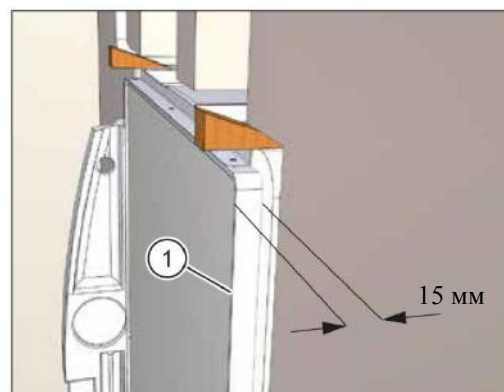

Рис. 24: штукатурная рама 15 мм
Глубина штукатурной рамы составляет 15 мм (см. рис. 24).
- ▶ Если внутренняя стенка не вертикальная или неровная, выровняйте переднюю поверхность штукатурной рамы (поз. 1 на рис. 24) параллельно вертикальной гипсовой рейке.